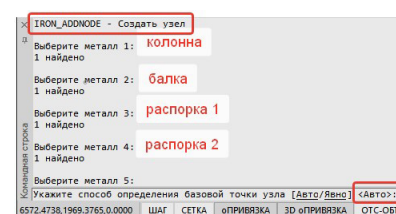

Рис. 6. Последовательность действий при выполнении команды *Создать узел*
- последовательно назначаем основные элементы: колонну, балку, распорку 1 и распорку 2 (рис. 6);